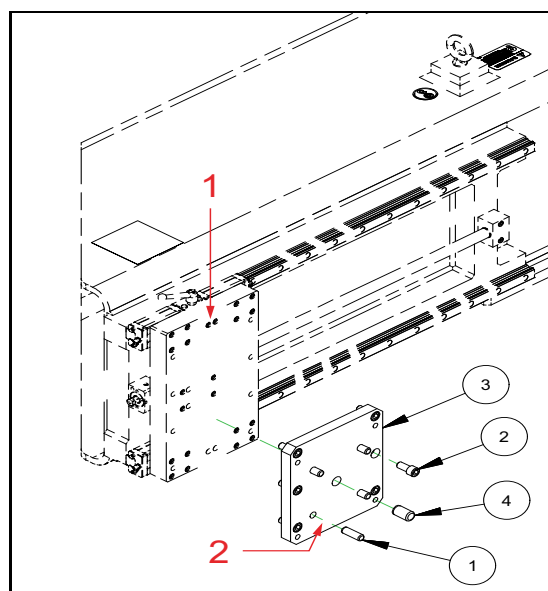

Рис. 4-38. Тангенциальная пластина
2. Снимите сборный узел фрезерной головки, включая переходную пластину фрезерной головки, с тангенциальной пластины (см. Рис. 4-38, который также показан на рис. А-11 на стр. 130).